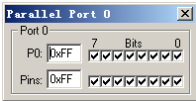

图 6-8 并行端口 0 仿真窗口
(2) 选择“Peripherals”→“I/O-Ports”→“Port 0”命令，打开并行端口 0 仿真窗口，如图 6-8 所示。